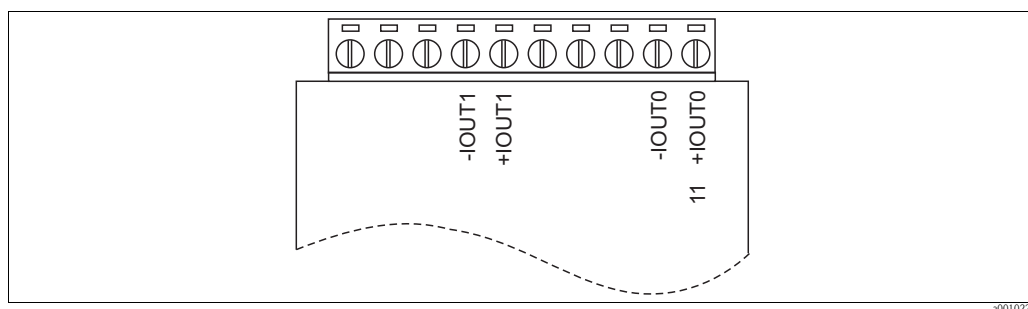

Fig. 13 : Raccordement des sorties signal
3. Raccordez les câbles de signal aux modules analogiques (v. fig. 13).